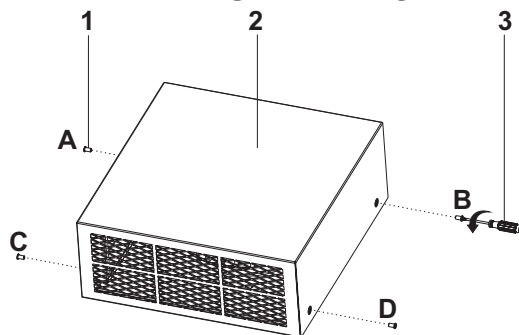

Fig. 4:
Fjern samleskruer på kroppens dæksel ved punkterne A, B, C, D (1) med en skruetrækker (3) ved pilens retning (fig. 4).
Installer kroppens dæksel på produkt kroppen fra punkt A, B, C, D (Side 12 Fig. 4).